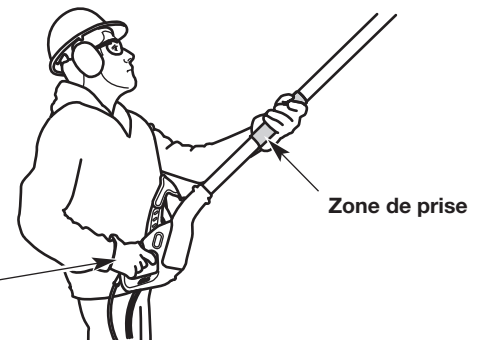

Fig. 9
- Maintenir la perche avec la main gauche. Gardez le bras gauche bien droit. Toujours tenir la perche dans la zone de prise (Fig. 9).
- Tenez l'appareil à hauteur de votre taille (Fig. 9).